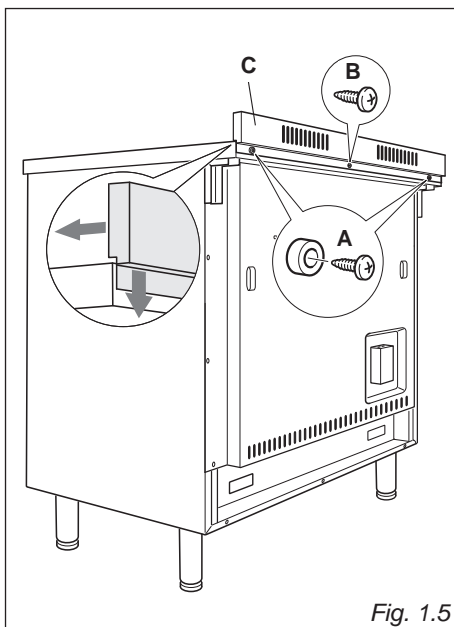

Fig. 1.5
Inden installation af komfuret, monteres bagkanten "C" Fig. 1.5.
3. Monter bagkanten som vist på Fig. 1.5 med skruen "B" og afstandsstykkerne "A".